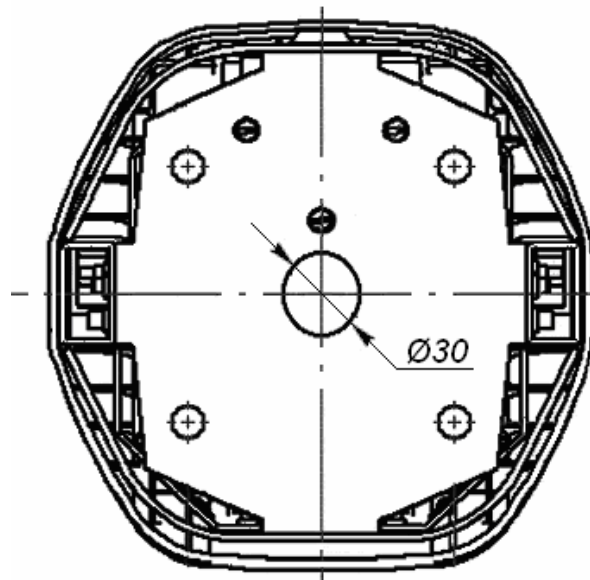

Рисунок 6 Вид снизу на основание (2) картоприемника:
7. Через центральное отверстие диаметром 30 мм в основании картоприемника (см. рисунок 6) протяните кабели внутрь картоприемника по направлению к стенке (5) и далее вверх по ней к плате управления картоприемником. Используйте кабели, указанные в таблице 1. Длина концов кабелей, остающихся в картоприемнике после их протяжки, должна быть достаточной для их последующего подключения. Рекомендуется закрепить все кабели на внутренних сторонах основания (2) и стенки (5) с помощью стяжек неоткрывающихся и площадок самоклеющихся².